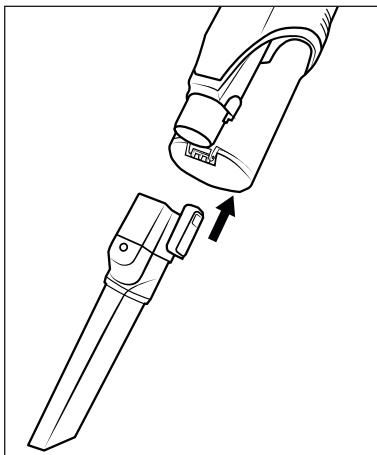

Fig. 14
- ♦ Monte el accesorio en el tubo de aspiración **24** o en el orificio de aspiración del aparato hasta que encastre con un chasquido (consulte la fig. 14). Para ello, asegúrese de que el encastre esté en la posición correcta.